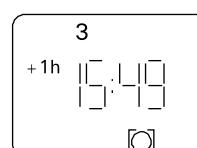

Рисунок 17.
- Третье нажатие **блокирует режим выключения**. Для обозначения данного режима на дисплее видны квадратные скобки. Режим исчезает следующими нажатиями кнопки. (Рис. 17)